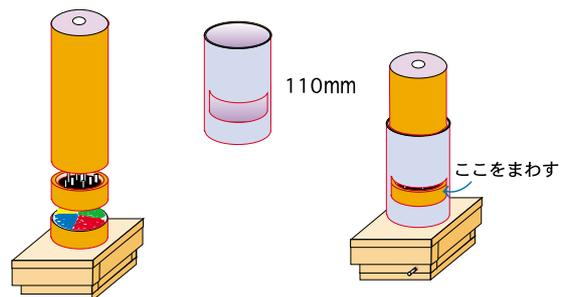

図10
(5) 筒を図10のように重ねて, まわりを覆うように厚紙を丸めて円筒をつくる。円筒をかぶせて, 完成。(図10)